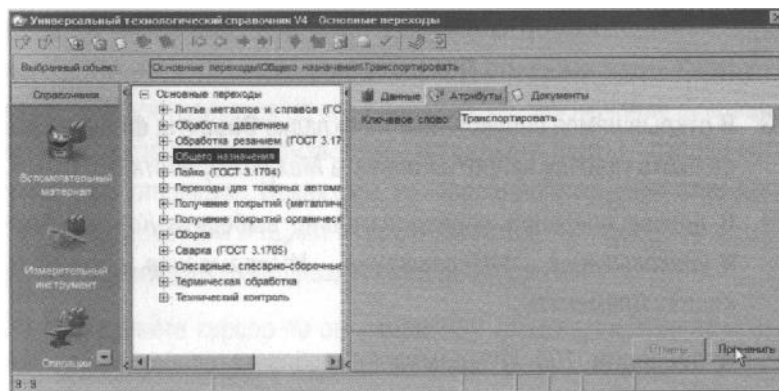

Рисунок 75
13. В открывшейся вкладке **Атрибуты** в ячейке **Ключевое слово**, наберите с клавиатуры «*Транспортировать*» и нажмите кнопку **Применить** внизу справа (рис. 75).